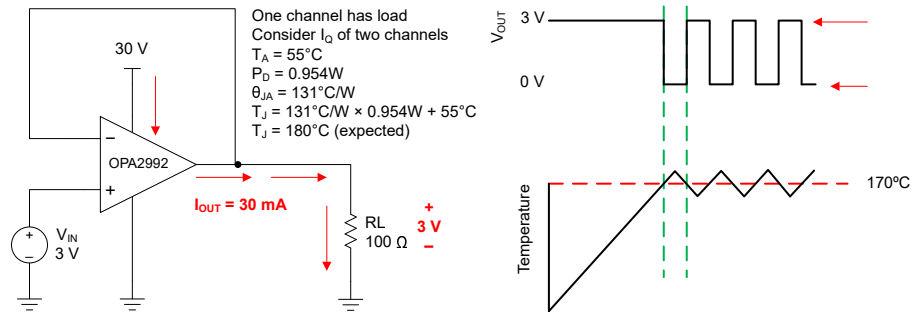

图 6-4. 过热保护
任何放大器的内部功耗都会导致内部温度（结温）升高。这一现象称为 *自热*。OPAx992 的绝对最大结温为  $150^{\circ}\text{C}$ 。超过此温度会损坏器件。OPAx992 具有过热保护功能，可减少自热造成的损坏。该保护功能的工作原理是监视器件的温度，并在温度超过  $170^{\circ}\text{C}$  时关闭运算放大器输出驱动。图 6-4 展示了 OPA2992 的应用示例，该器件因为其功耗 ( $0.954\text{W}$ ) 而产生显著的自热。在此示例中，两个通道都具有静态功耗，而其中一个通道具有很大的负载。热计算表明，当环境温度为  $55^{\circ}\text{C}$  时，器件结温达到  $180^{\circ}\text{C}$ 。不过，实际器件会关闭输出驱动来恢复到安全的结温。图 6-4 展示了电路在过热保护期间的行为。在正常工作期间，器件充当缓冲器，因此输出为  $3\text{V}$ 。当自热导致器件结温升高超过内部限制时，过热保护强制输出进入高阻抗状态，并通过电阻  $R_L$  将输出拉至接地。如果依旧存在导致过大功耗的状况，放大器将在关断和启用状态之间振荡，直到输出故障得到纠正。请注意，热性能可能会因所选封装和 PCB 布局设计而有很大差异。此示例使用 SOIC (8) 封装的热性能。